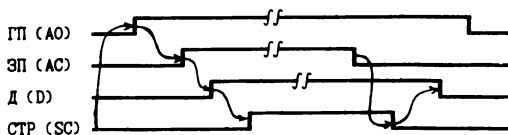

Рис. 2.2. Временная диаграмма работы интерфейса ИРПР
**Протокол обмена.** Обмен данными осуществляется с помощью сигналов ЗП (AC) и СТР (SC) в режиме "запрос-ответ". Приемник, если он готов принимать данные, устанавливает сигнал ГП (AO) и проверяет сигнал СТР (SC). Если сигнал СТР (SC) не установлен, приемник устанавливает сигнал ЗП (AC). Источник проверяет сигналы ГП (AO) и ЗП (AC), устанавливает данные и выдает сигнал СТР (SC). По сигналу СТР (SC) приемник считывает данные. После того как приемник сбросит сигнал ЗП (AC), источник снимает сигнал СТР(SC). И интерфейс переходит к следующему циклу передачи данных. Следует обратить внимание, что приемник не может снять сигналы ЗП (AC) и ГП (AO), ни разу не приняв хотя бы одного символа (сигнал СТР (SC) может быть снят только после сброса сигнала ЗП (AC), сигнал ГП (AO) может быть снят только при сброшенном сигнале ЗП (AC)). Сигнал "Готовность источника" в случае работы с ПУ обычно установлен. Временная диаграмма работы интерфейса приведена на рис. 2.2.